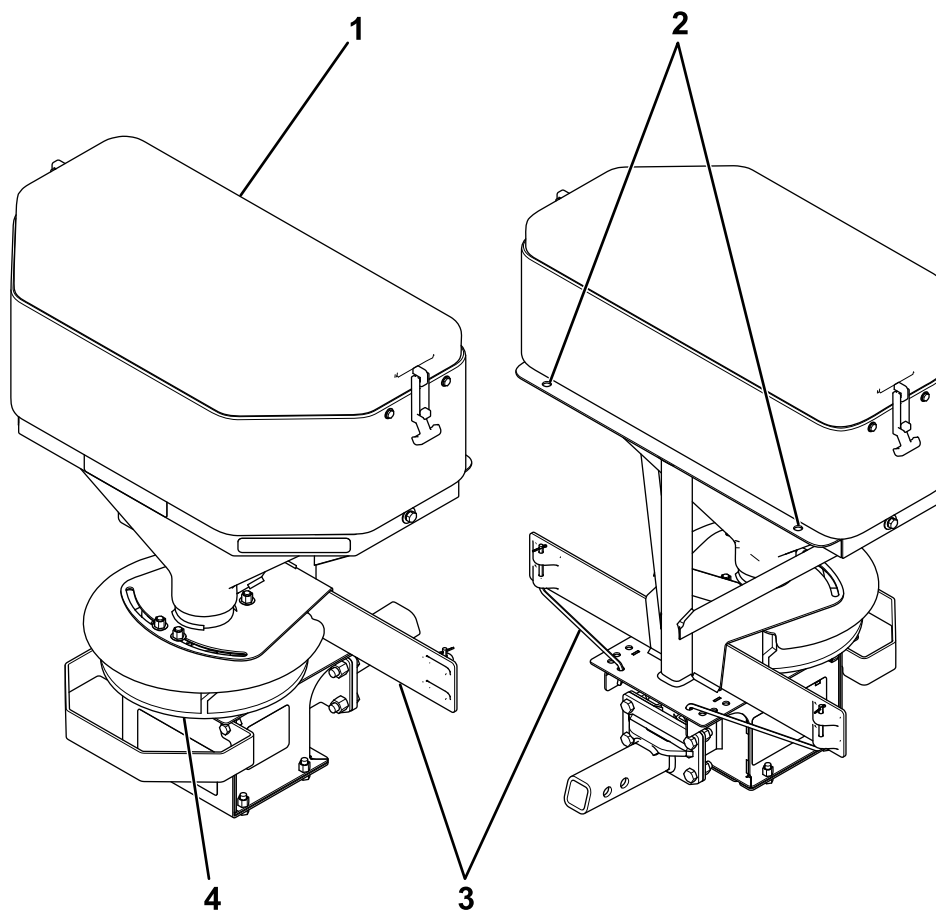

Figure 7
3. Accrochez une extrémité des sangles à cliquet dans les trous au dos du cadre de l'épandeur (Figure 7).